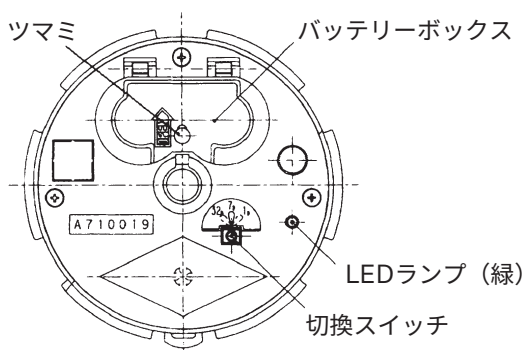

図 2. 円筒時計上部
- 円筒上部のLEDランプ（緑）は、 $DC2.2V \pm 10\%$ 以下で消灯します。（常温、常湿の場合） 〈図2〉